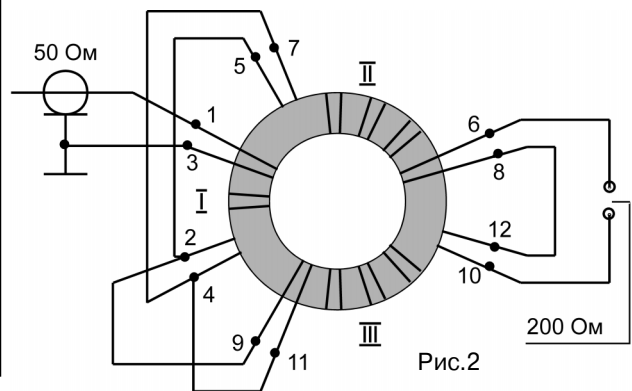

Рис. 2
A2, A3, A4 - из изолированного медного провода диаметром 1,5...2 мм. Для этой цели необходимо с обеих сторон бума сделать изоляционные вставки и натянуть капроновый тросик, к которому через изоляторы крепятся концы элементов A2-A4. Проводники питающей противофазной линии также изготовлены из медного изолированного провода диаметром 1,5...2 мм и расположены на расстоянии 70 мм между собой. Трансформатор (рис. 2) намотан на кольцо типа ВЧ30(50) или 100НН диаметром более 40 мм. Для трансформации симметричных 200 Ом в несимметричные 50 Ом обмотки I, II, III мотаются проводом ПЭВ-2 диаметром 0,6...0,95 мм вплотную. Обмотка I (1-2,3-4) содержит 2x2 витка, а II и III (5-6,7-8 и 9-10,11-12) - по 2x4 витка. Расположение обмоток равномерно и симметрично.
Данные элементов ФНЧ приведены в таблице, схема на **рис. 1**, конструкция на **рис. 2**. Катушки индуктивности ФНЧ бескаркасные и намотаны виток к витку проводом ПЭВ-2 диаметром 1,2 мм на диапазоны 14; 18; 21; 24,5; 28 МГц и проводом ПЭВ-2 диаметром 1,0 мм - на остальные. Номиналы конденсаторов С1, С2, С3, не попадающие в стандартные ряды, необходимо подобрать из нескольких конденсаторов в последовательном или параллельном включении.
Конструктивно ФНЧ выполнен на трехсекционном керамическом галетном переключателе 1 (**рис. 2**) типа 11ПЗН в виде единого блока, заключенного в экранирующий корпус из немагнитного материала. Медная шина 2 является общим проводом ФНЧ и соединяется электрически с корпусом 3, шасси радиостанции и шиной заземления. Средняя галета переключателя - опорная - для монтажа элементов фильтра. На входе и выходе ФНЧ установлены коаксиальные розетки типа СР-50.